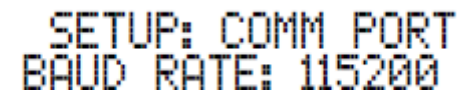

Рисунок 27
1.Нажмите и удерживайте кнопку INPUT CONTROL, пока не активируете режим Настройки. Затем вращайте INPUT CONTROL пока на Информационном Дисплее Фронтальной Панели не будет отображена индикация “SETUP: COMM PORT BAUD RATE: 115200”. Смотрите рисунок 27.